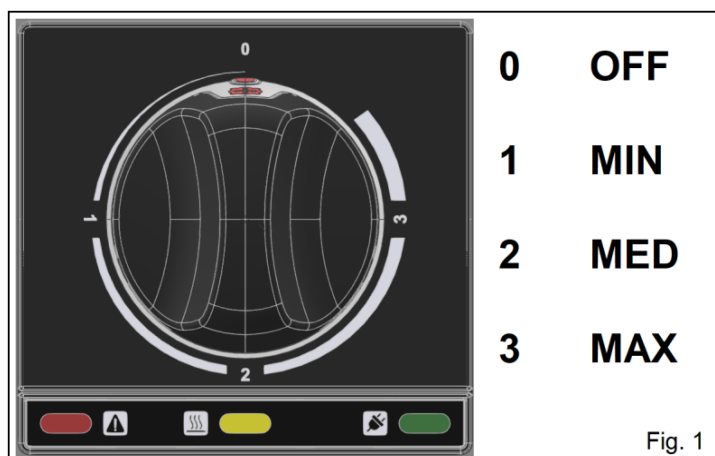

Fig. 1
- Gire el mando de la fig.1 a la posición deseada, la luz verde se enciende y comenzará el llenado del tanque;
Gire la perilla en la fig. 1 en la posición deseada y esperar a que hierva la solución de agua y vinagre.